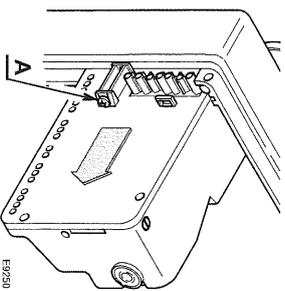

Abb. 3
- Das Steuergerät vom Brenner nehmen, indem die Schraube (A, Abb. 3) gelockert und in Pfeilrichtung gezogen wird.
- Das mitgelieferte, neue Steuergerät installieren und mit der Schraube (A, Abb. 3) am Brenner befestigen, mit Anzugsmoment von 1 + 1,2 Nm.
- Das Steuergerät vom Brenner trennen, indem die Schraube (A, Abb. 3, S. 1) abgeschraubt wird; dann in Pfeilrichtung ziehen.
- Den gelbgrünen Draht (D) an die Erdungsklemme des Brenners anschließen.
- Das neue Steuergerät installieren und mit der Schraube (A, Abb. 3, S. 1) mit einem Anzugsmoment von 1 + 1,2 Nm am Brenner befestigen.
- Den Vierwegverbinder (B) in das Steuergerät (SM-PG) einstecken.
- Den Zweigwegverbinder (A) in das Steuergerät (V1) einstecken.
- Den Zweigwegverbinder (A) in das Steuergerät (W1) einstecken.
- Den blauen und schwarzen Draht (G) mit dem entsprechenden blauen und schwarzen Draht des Stellantriebs verbinden.
- Den blauen Draht des Kabels der externen 4-poligen Steckdose (XP4), mit der Schraubklemme (F) verbinden.